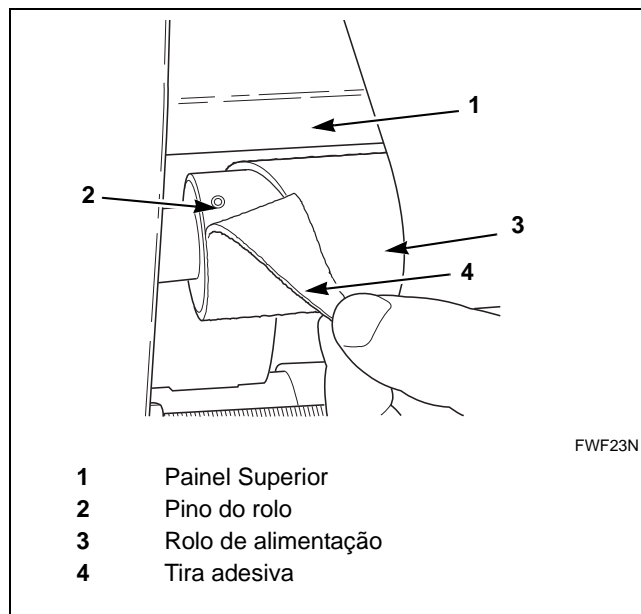

Figura 28
3. Retire o adesivo do lado esquerdo do rolo de alimentação para expor o pino do rolo. Consulte *Figura 28*.